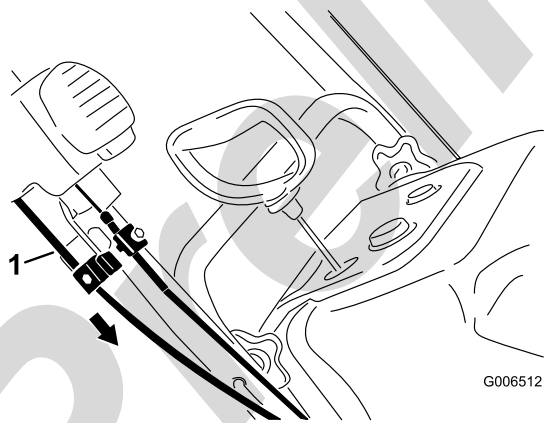

Figura41
4. Țineți igheabul de evacuare în poziția îndreptat înainte, trageți cadrul de cablu inferior în jos până când eliminați jocul cablului, și strângeți ferm șurubul de pe clema cablului inferior (Figura41).